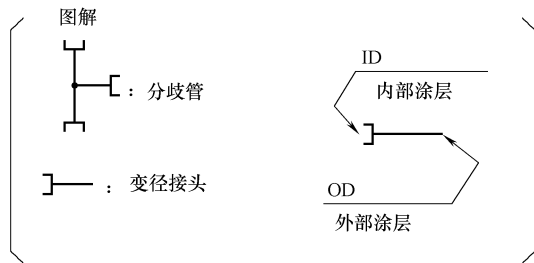

图 3-75 非分岐管变径连接
2) 对于支管和室内机之间的配管，应选择尺寸适当的变径接头，如图 3-75 所示。